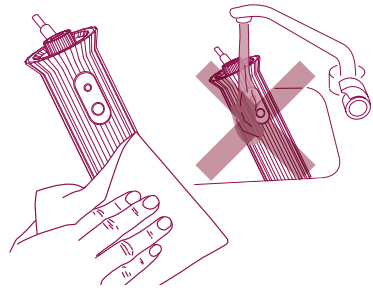

fig. 2
- Passate il corpo motore SOLO con un panno umido per togliere eventuali residui di polvere. (fig. 2)